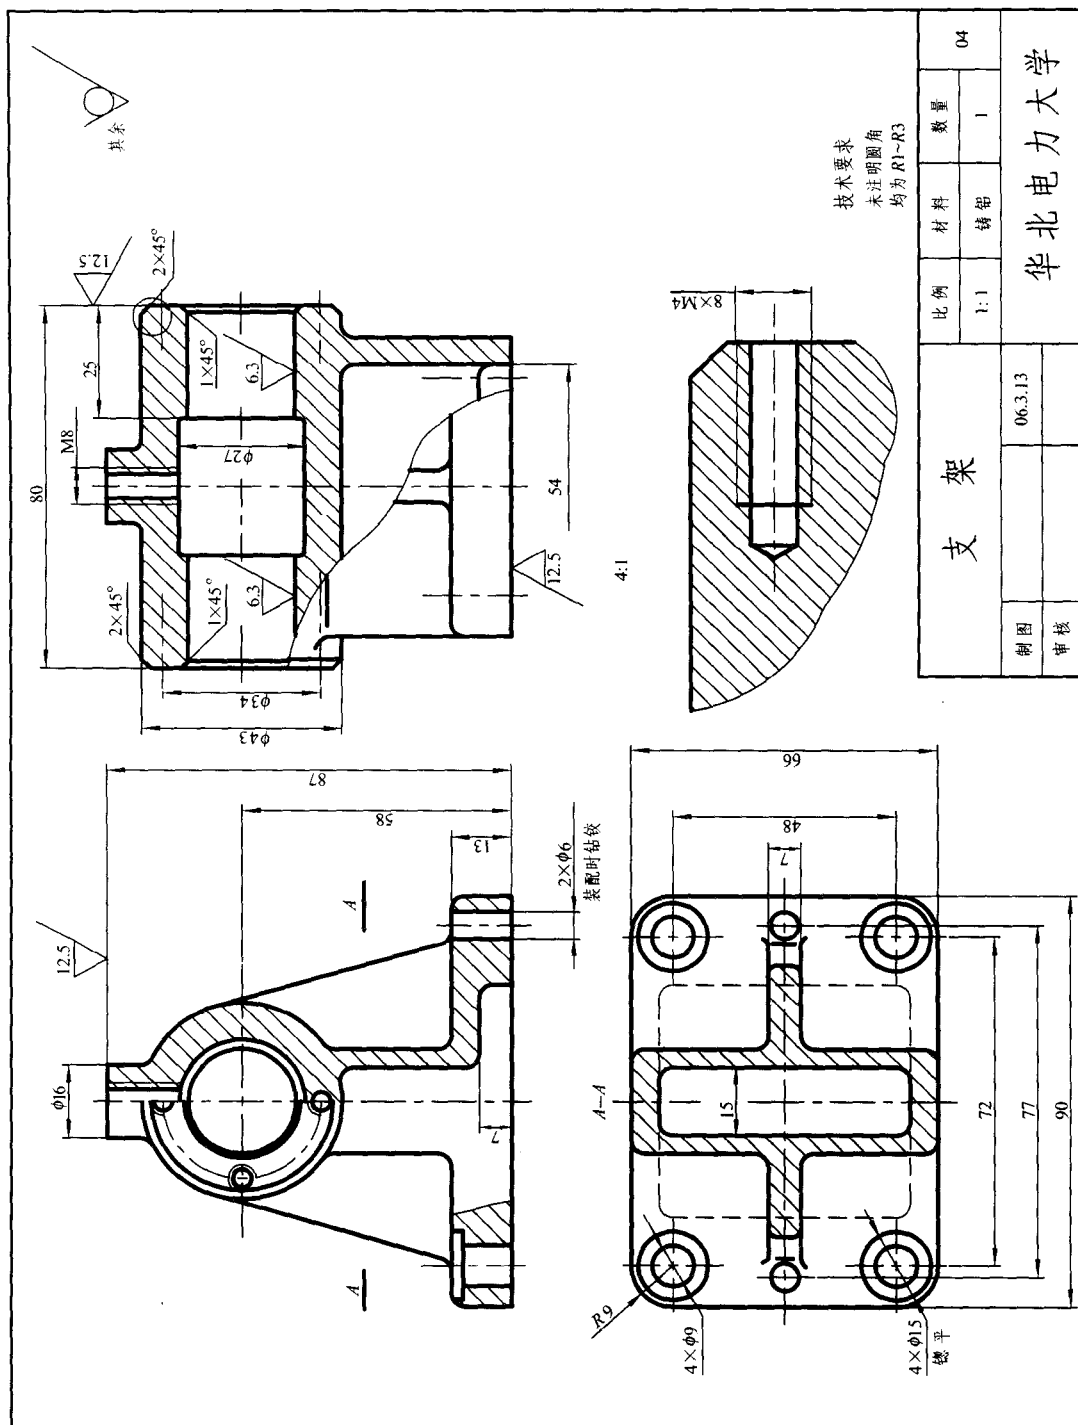
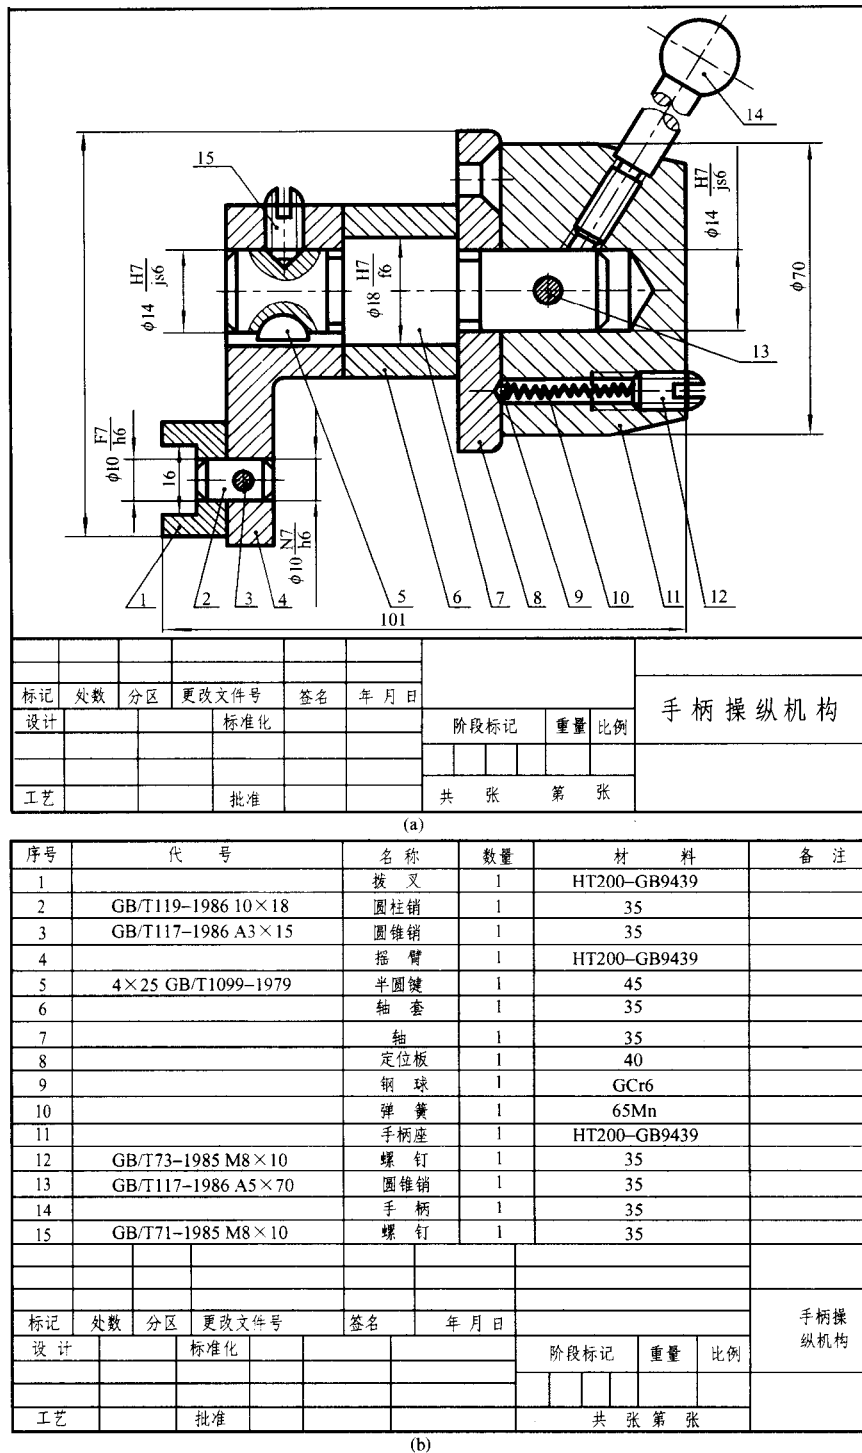

图 0-1 多面正投影图(零件图)
图 0-2 多面正投影图
(1) 多面正投影图。用正投影法将空间形体投影在两个或两个以上的互相垂直的投影面上得到多个正投影图,称为多面正投影图或多面视图。多面视图用于绘制机械制图中的零件图、装配图及建筑制图中的建筑施工图和结构施工图等,是工程上应用最广泛的一种图样。如图0-1所示为支架的零件图,图0-2为手柄操纵机构的装配图,其中(a)为装配图,(b)为与装配图分开的明细栏。